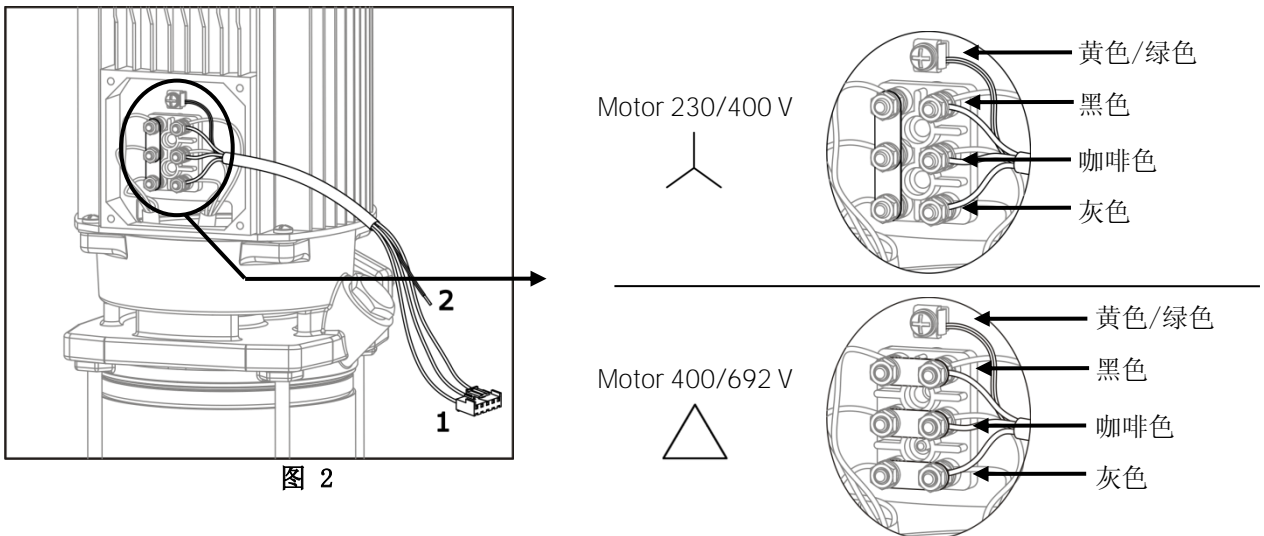

图 2
3.2.1) Speedrive 与三相输入连接（图 2）：